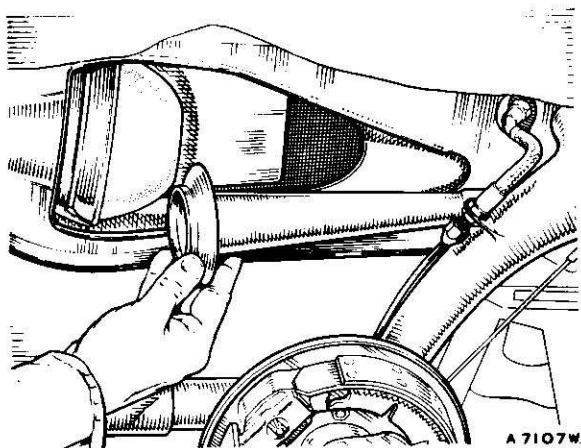

Fig. H.2
- (1) Scollegare gli ammortizzatori posteriori procedendo secondo le modalità date nella Sezione L.1
- (2) Sollevare la vettura e poggiarla su cavalletti disposti sotto il telaio.
- (3) Togliere la ruota.
- (4) Scollegare il tubo flessibile d'arrivo del liquido frenante dal supporto situato sul braccio oscillante.
- (5) Estrarre il puntone (Fig. H.2). Se lo scodellino di nylon rimane incastrato nel braccio, a meno che non sia danneggiato, può essere rimosso con le dita.
- (6) Scollegare il cavo del freno a mano dal settore situato sul portaceppi; allontanare il tubo di guida dal braccio dopo averlo estratto dalla staffetta di supporto.